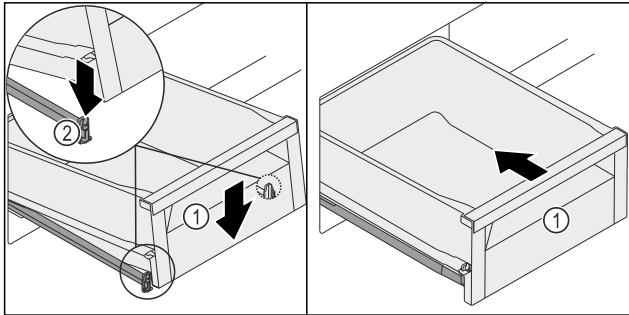

Fig. 133
- ▶ Schubfach Fig. 133 (1) vorne absenken, so dass das Schubfach links und rechts in die Klemme Fig. 133 (2) rutscht.
- ▶ Schubfach Fig. 133 (1) rastet hörbar ein.
- ▶ Schubfach Fig. 133 (1) einschieben.